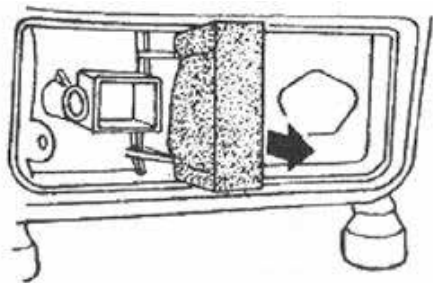

Рис. 4
1. Снимите крышку воздушного фильтра (5), выкрутив удерживающие ее винты (рис. 1.1). Вытяните на себя фильтрующий элемент воздушного фильтра (рис. 4).